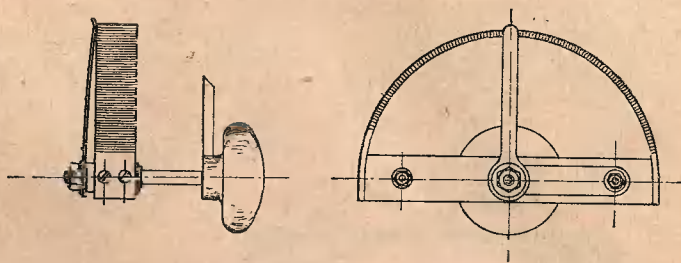

Рис. 4. Реостат накала к приемнику на короткие волны.
4) *Реостат накала*. Здесь может быть применен любой, плавно меняющий сопротивление, реостат на 10—15 ом. Очень нетрудно изготовить его по рис. 4, который прост и понятен без разъяснений.